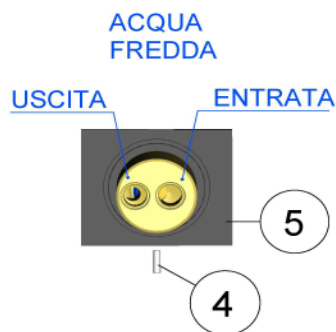

Fig.3
n) avvitare la basetta (5) alla piantana (8) e mandarla in battuta, dopodichè regolarla cercando di tenerla allineata con i fori della piantana e fissare con il grano (4) come indicato in Fig.3;